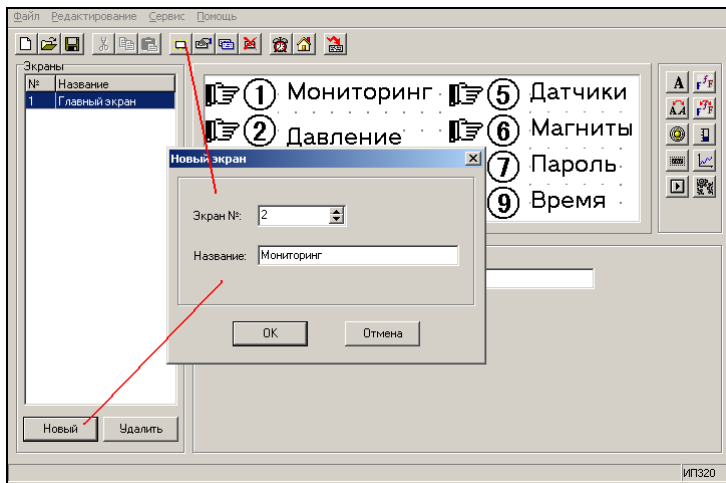

Рис. 7.4. Параметры экрана «Мониторинг» (№2)
9. Нажать кнопку «Новый» () панели инструментов или кнопку «Новый» области «Экраны». В открывшемся окне «Новый экран» задаем название «Мониторинг» и №2, см. рис. 7.4.